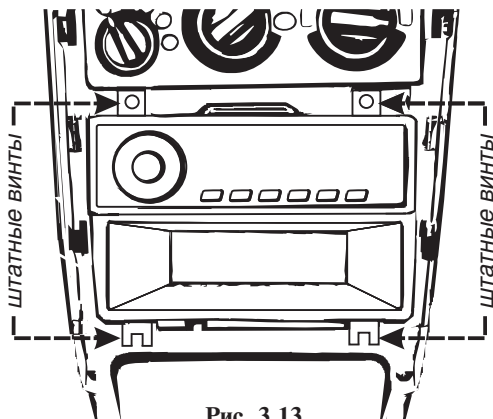

Рис. 3.13
2. Открутите четыре штатных винта, рис. 3.13, удерживающие металлический блок с отделениями для магнитолы и перчаточного ящика.